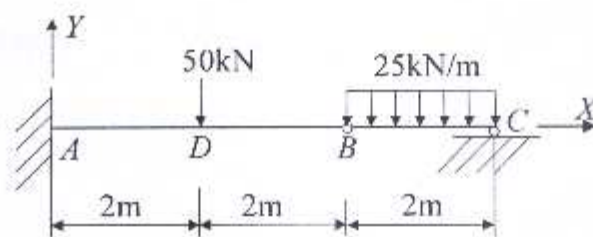

图 3-1
- 1、如图 3-1 所示，试作出梁的剪力图和弯矩图。（15 分）